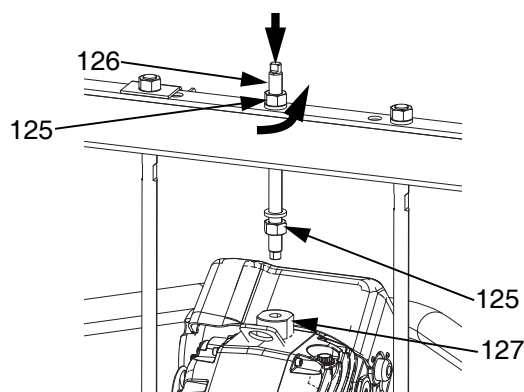

ABB. 28: 55-Gallonen-Platte
- a. *D200 3"- und D200s 6,5"-Zufuhrgeräte*: Mutter (125) unter Querbalken lösen. Hebering-Adapter (127) mit Schraubenschlüssel fixieren und Gewindestange (126) über dem Querbalken mit einem anderen Schraubenschlüssel lösen. Siehe **ABB. 28**.